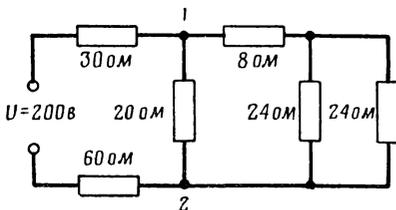

Рис. 49
19. В смешанной цепи (рис. 49) величина тока, входящего в точку  $I$  и выходящего из точки  $2$ , равна: